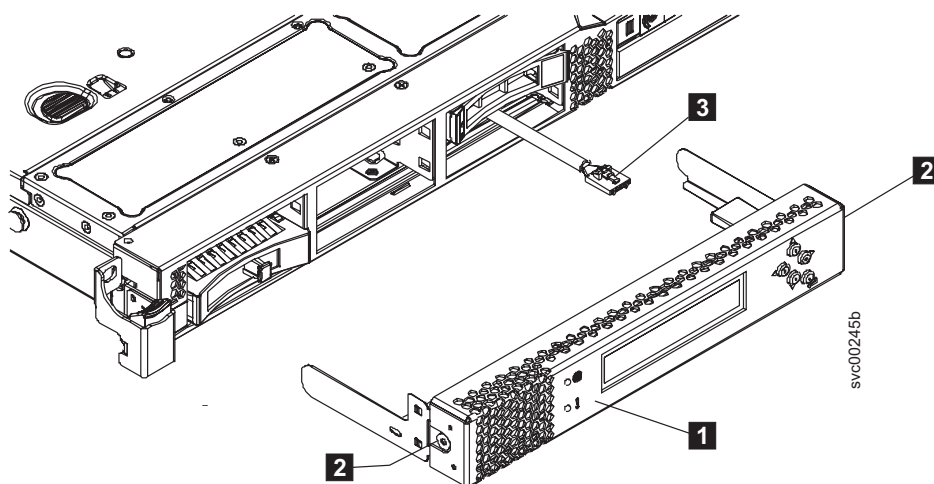

図 78. SAN ボリューム・コントローラー 2145-CF8 サービス・コントローラー
9. サービス・コントローラー FRU を取り替える場合は、サービス・コントローラーから USB ケーブル (図 78 の **3**) を切り離します。